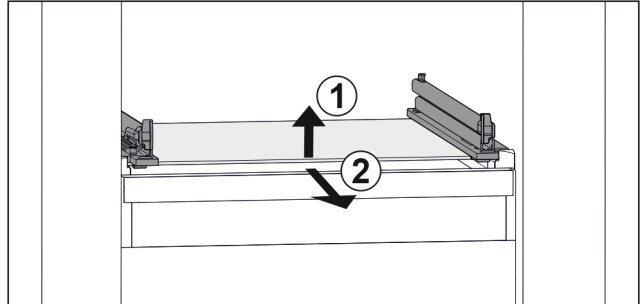

Fig. 140 Примерное отображение стеклопленочной пластины
- ▶ Приподнимите стеклопленочную пластину спереди. Fig. 140 (1)
- ▶ Извлеките стеклопленочную пластину движением вперед. Fig. 140 (2)